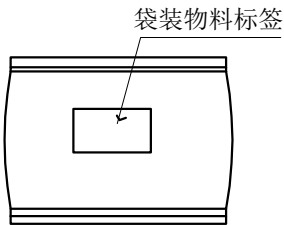

图2
- 1: 如图2, 袋装后贴上物料标签, 每小袋装2000pcs。